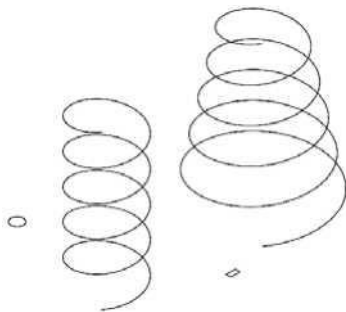

Рис. 58 – Пример выполнения пунктов 7–10
10. Построить контур поперечного сечения для каждой пружины. В падающем меню **Рисование** выбрать команду **Круг** → **Центр, радиус**. Центр круга: указать щелчком мыши произвольную точку на свободном поле чертежа; Радиус круга: 2; В падающем меню **Рисование** выбрать команду **Прямоугольник**; Укажите точку первого угла: указать щелчком мыши произвольную точку на свободном поле чертежа; Укажите точку второго угла: @3,1.5 (задание точки относительными координатами) (рис. 58).